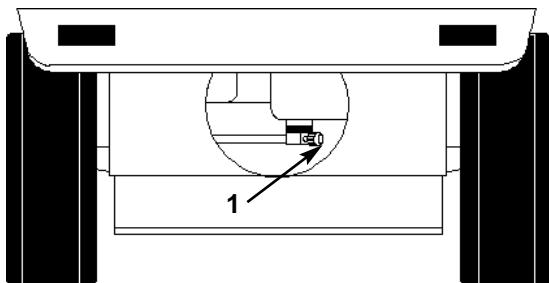

Bild 29
- Den Kraftstoffhahn am Kraftstofftank schließen (Bild 29).
2. Den Kraftstoffhahn am Kraftstofftank schließen (Bild 29).
7. Den Kraftstoffhahn am Kraftstofftank öffnen (Bild 29).